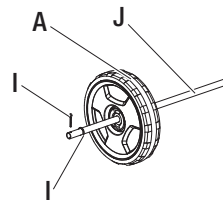

Fig. 1
- Instalar el eje (J) a través de una rueda trasera (A), conecte con la arandela (I) a continuación, fijar y doblar el pasador (I) al final de la eje (J). (Fig. 1)